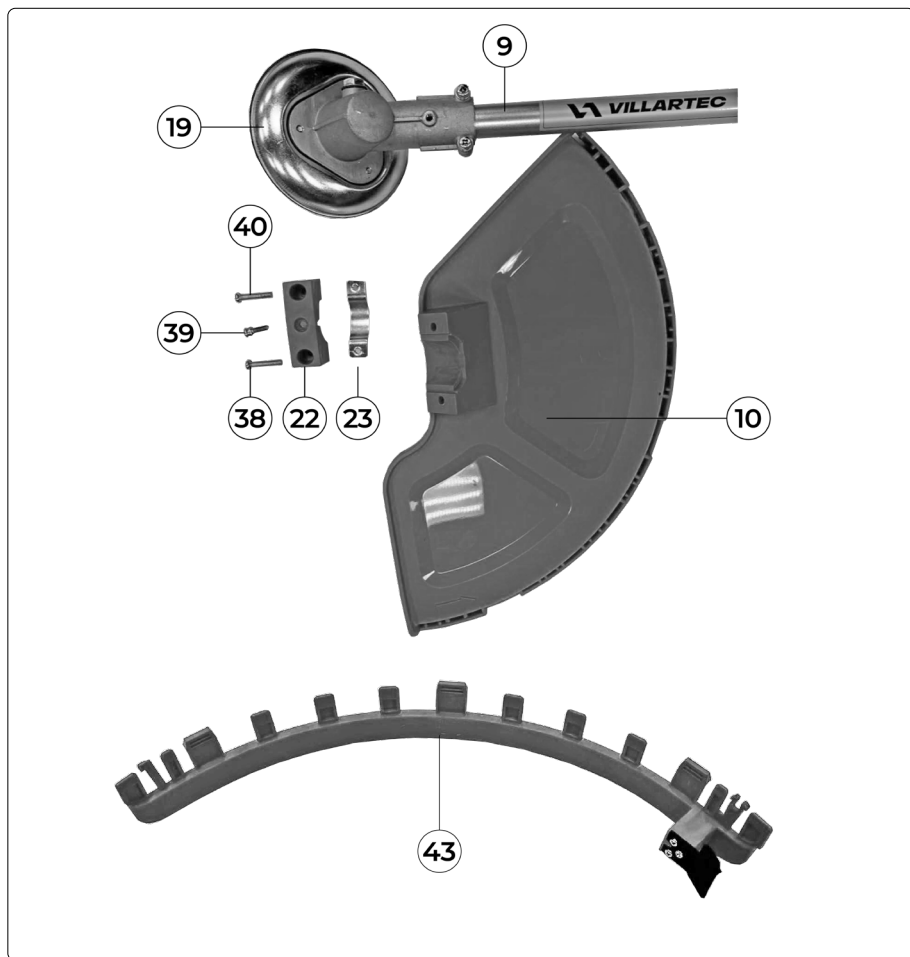

Рис. 11
- Установите защитный кожух для работы леской (Рис. 11 поз. 10) на редуктор (Рис.11 поз. 20)
- С помощью кронштейна (Рис.11. поз. 22) и винтов (Рис. 11 поз. 38, 39, 40), закрепите кожух на редукторе (Рис. 11 поз. 20)